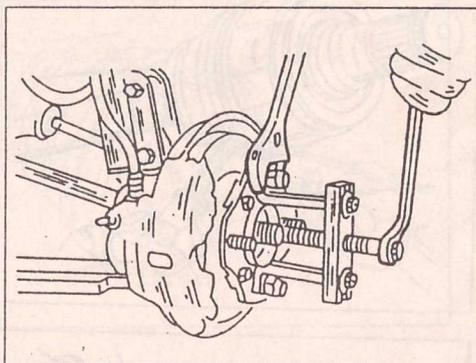

Рис. 189.
- Установить съемник, как показано на рис. 189, на внешней стороне ступицы колеса и вращением центрального винта съемника снять вал со ступицы. Ступицу при этом следует удерживать.